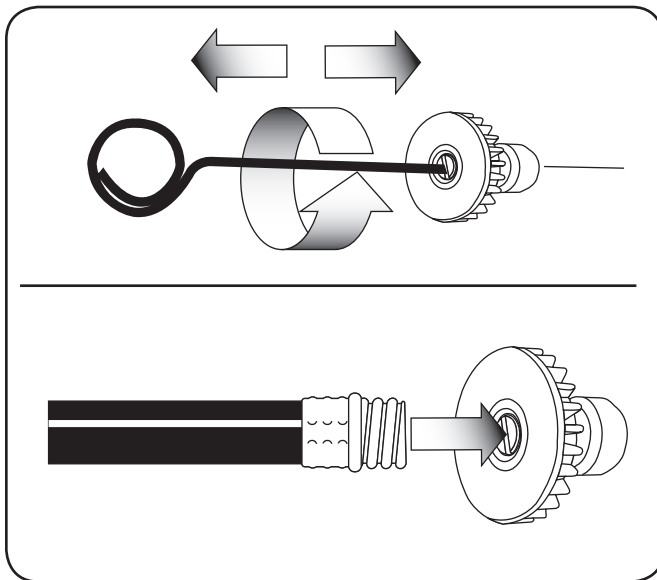

Figure 6-2
4. Retirer la buse haute pression du tube de pulvérisation. Retirer toute trace d'obstruction à l'aide de l'outil de nettoyage de buse fourni puis rincer à l'eau fraîche en sens contraire. Voir Figure 6-2.